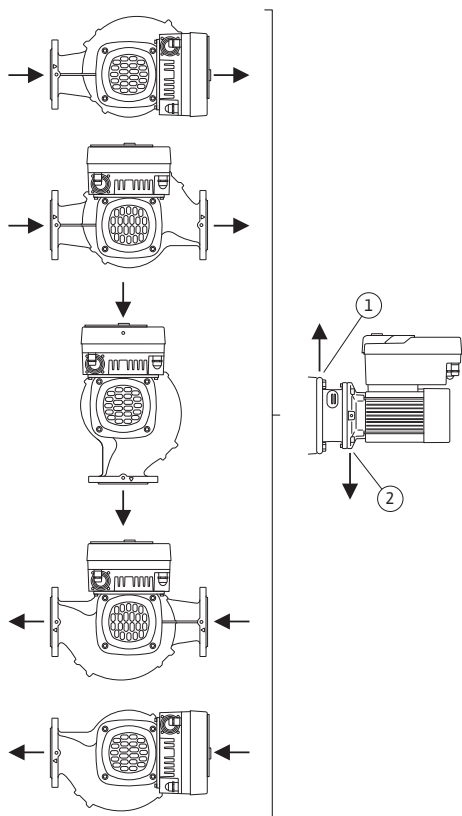

Fig. 21: Dozvoljeni položaji ugradnje sa horizontalnim vratilom
- Kod horizontalnog vratila motora je potrebno da otvor za odvod kondenzata bude okrenut nadole (Fig. 21, poz. 2). Motor se po potrebi mora okrenuti.